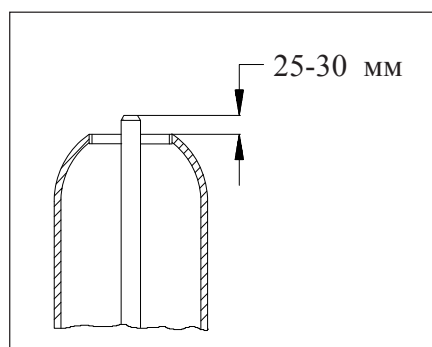

Рис. 1: Напорная трубка
3. Вставить напорную трубку в ионообменник. Напорная трубка должна заканчиваться в прибл. 25 - макс. 30 мм над верхним краем ионообменника (см. рис. 1). Данные размеры актуальны только для применяемого здесь управляющего клапана.
2. Напорная трубка не должна выступать более чем на 25, макс.30 мм над верхним краем ионообменника. Рис. 1.